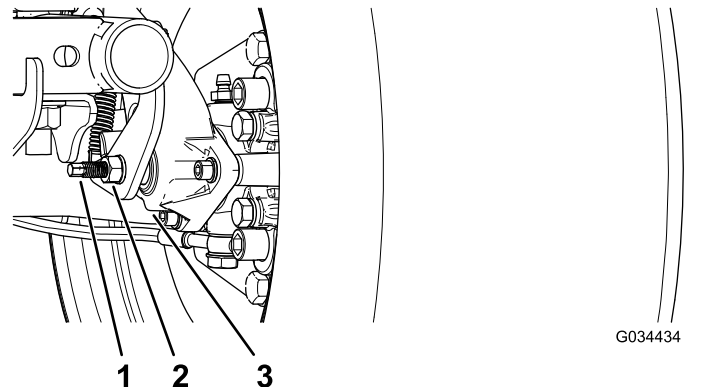

Bild 63
3. Verwenden Sie zwei Schraubenschlüssel und arretieren Sie die Strebe an der Bremsbacke mit einem Schraubenschlüssel und lösen Sie die Klemmmutter um eine Vierteldrehung mit dem anderen (Bild 63).
4. Halten Sie die Strebe zum Einstellen und die Klemmmutter fest und drehen Sie die Strebe zum Einstellen, um sie anzuziehen (Bild 63).
5. Halten Sie die Strebe zum Einstellen und die Klemmmutter fest und drehen sie um eine Vierteldrehung heraus (Bild 63).
6. Halten Sie die Strebe zum Einstellen und die Klemmmutter fest und ziehen Sie die Klemmmutter an (Bild 63).